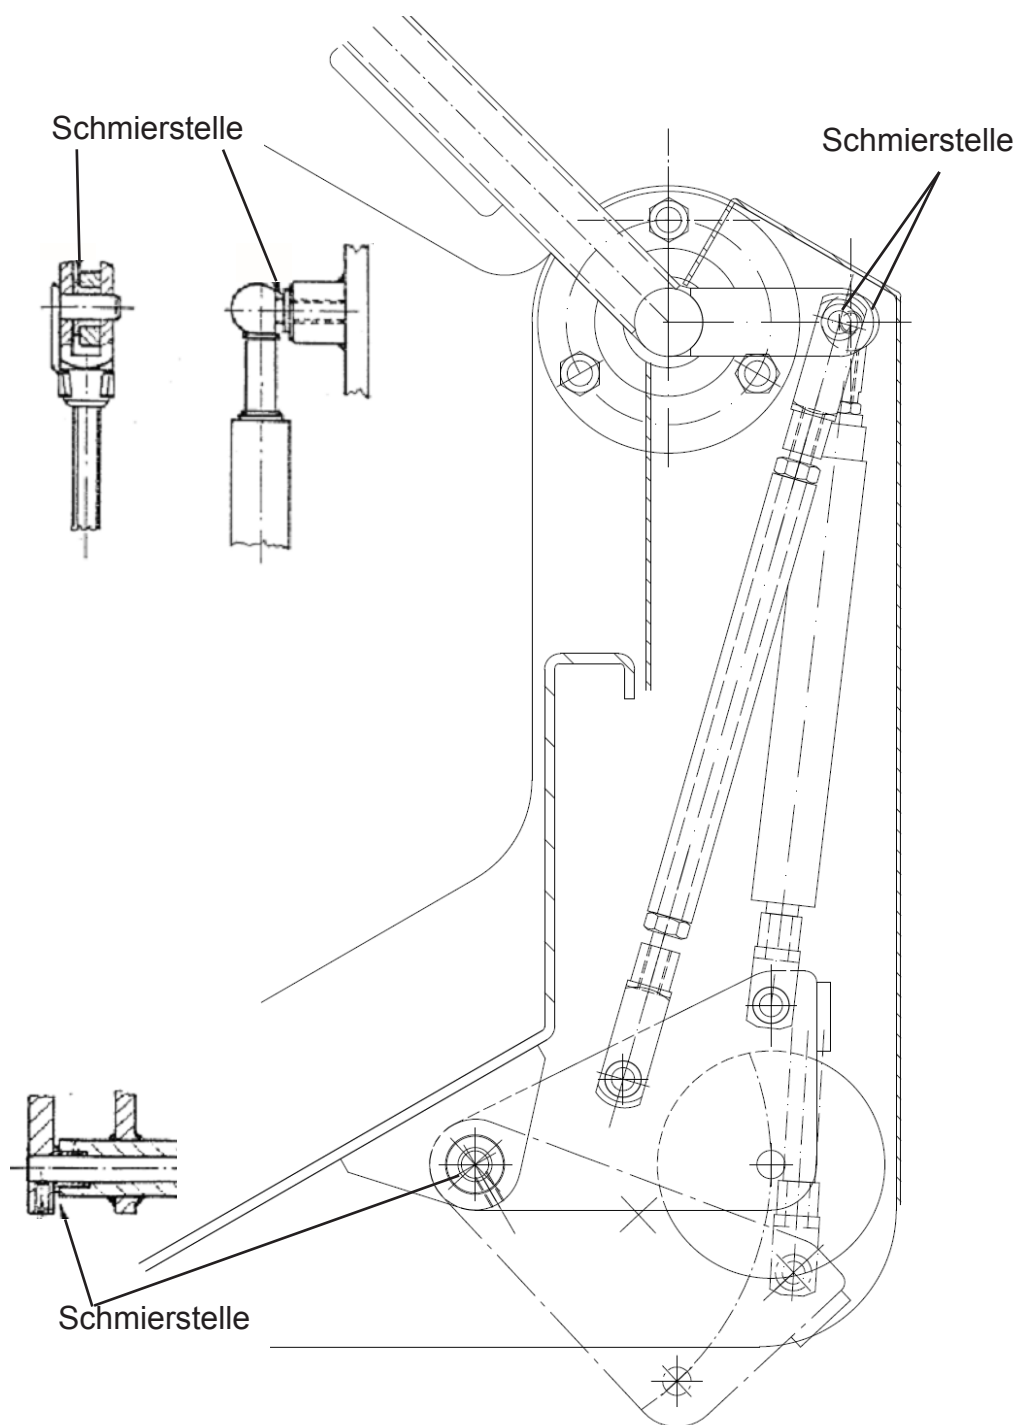

Bild 6-3: Schmierstellen, Gelenkpunkte der Bügel-Schwenkmechanik
- Nach Entfernen der beiden Blechverkleidungen an der Plattformrückseite wird die Verstellmechanik für die Stopperräder und die Bügel-Schwenkmechanik sichtbar. Sämtliche Gelenkpunkte müssen nach Bedarf oder mindestens vierteljährlich nachgeschmiert oder geölt werden Bild 6-3.